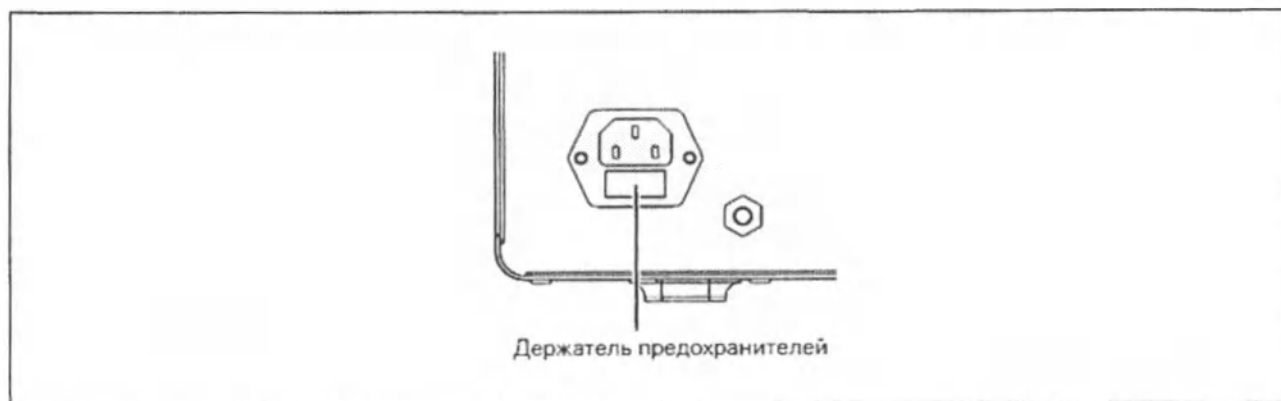

Рис. 20.
2. Извлеките прямым движением держатель предохранителей и замените предохранители (см. Рис. 20).